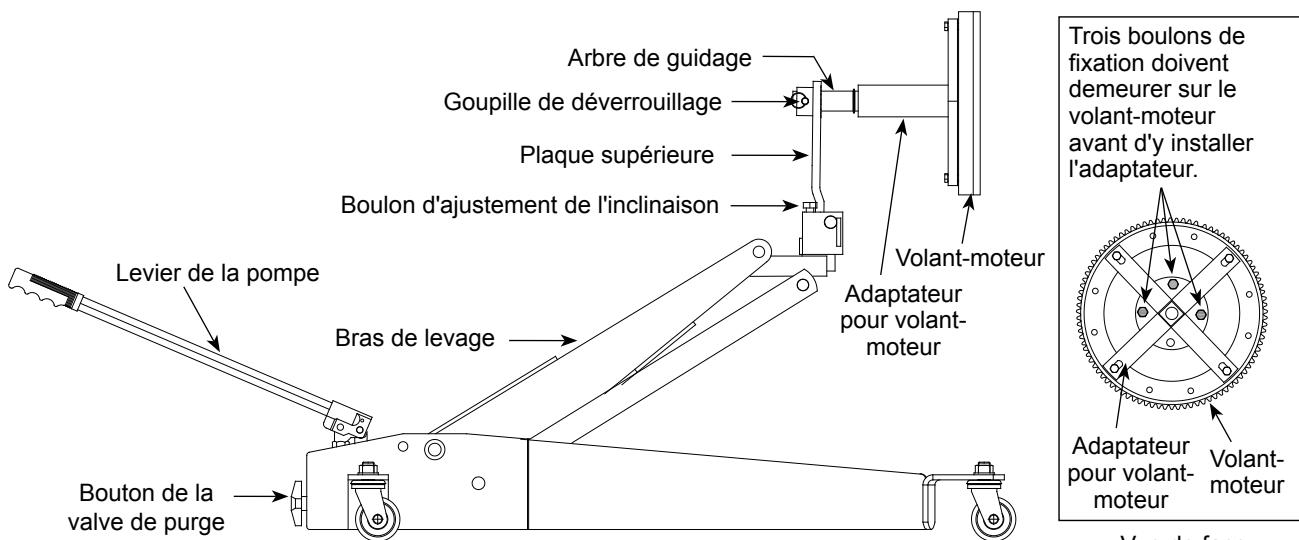

Figure 4 : Illustration d'utilisation de l'adaptateur pour volant-moteur
- Enlevez tous les boulons de fixation du volant-moteur (les boulons qui fixent le volant-moteur à l'arbre à cames), à l'exception des trois boulons indiqués sur la figure 4.
- Installez l'adaptateur pour volant-moteur comme montré à la figure 4. Fermez complètement le bouton de la valve de purge. Actionnez le levier du cric pour soulever le bras de levage et alignez l'adaptateur pour volant-moteur vis-à-vis du volant-moteur à l'aide du boulon d'ajustement de l'inclinaison.
- Fermez la valve de purge à l'aide du bouton, actionnez le levier du cric et soulevez le volant-moteur pour le mettre à la position indiquée sur la figure 4. Ajustez la position du volant-moteur avec le boulon d'ajustement de l'inclinaison pour l'aligner sur l'arbre à cames.